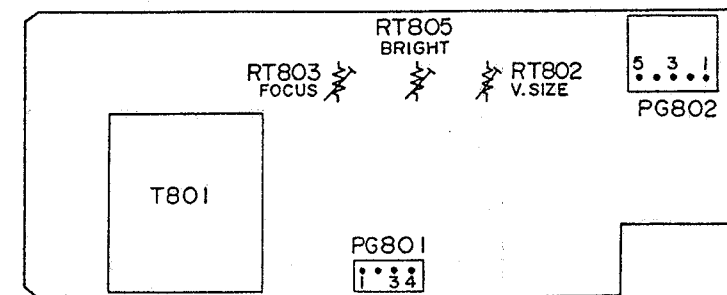

Fig. 4-53 Carte à circuits imprimés de viseur électronique (EVF) (face munie des composants)
3) Réglage de hauteur de l'image EVF (Fig 4-53)
4) Réglages de luminosité EVF (Fig. 4-53)
5) Réglage de focalisation EVF (Fig. 4-53)